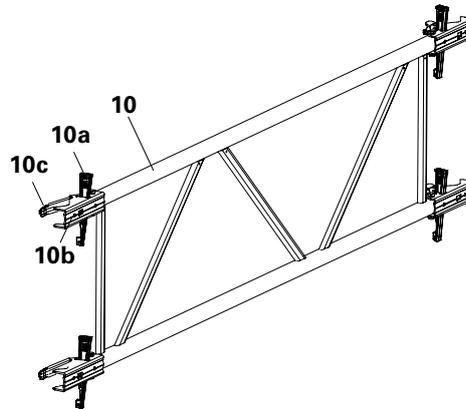

Fig. A1.05
1. Desserrer les coins (10a) des fermetures (10b) et ouvrir les mâchoires de serrage (10c). (Fig. A1.05)